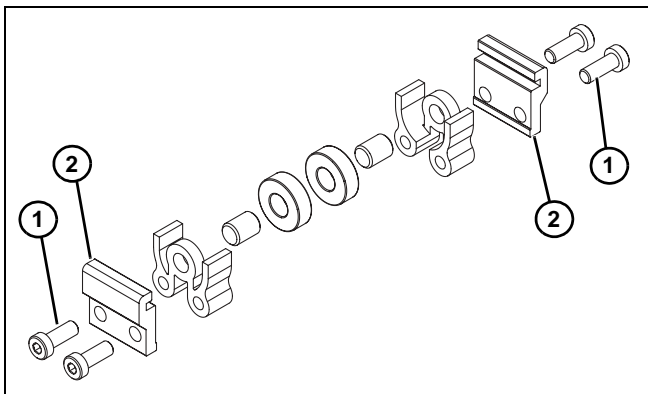
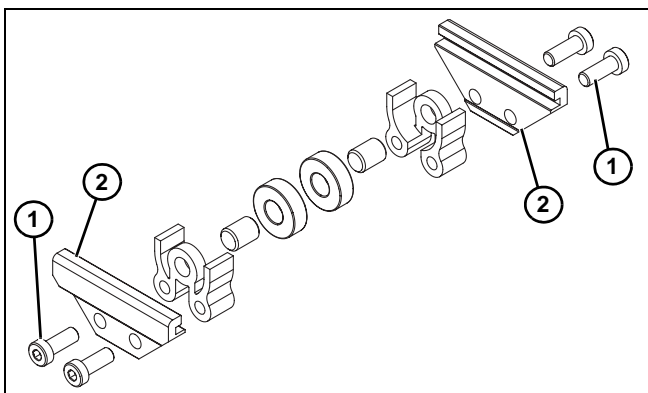

Figura 12
Figura 13
1. Localice los rodillos de retorno. Vistas detalladas en la Figura 12 y la Figura 13.
2. Quite los tornillos (**Figura 12, artículo 1**) y (**Figura 13, artículo 1**) y las grapas (**Figura 12, artículo 2**) y (**Figura 13, artículo 2**) de los rodillos.